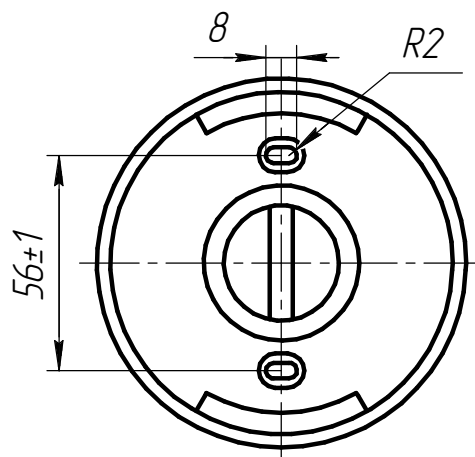

Рисунок 2. Установочные размеры.
- 6.3 Закрепите корпус (поз.2) на стене. (рис. 2).